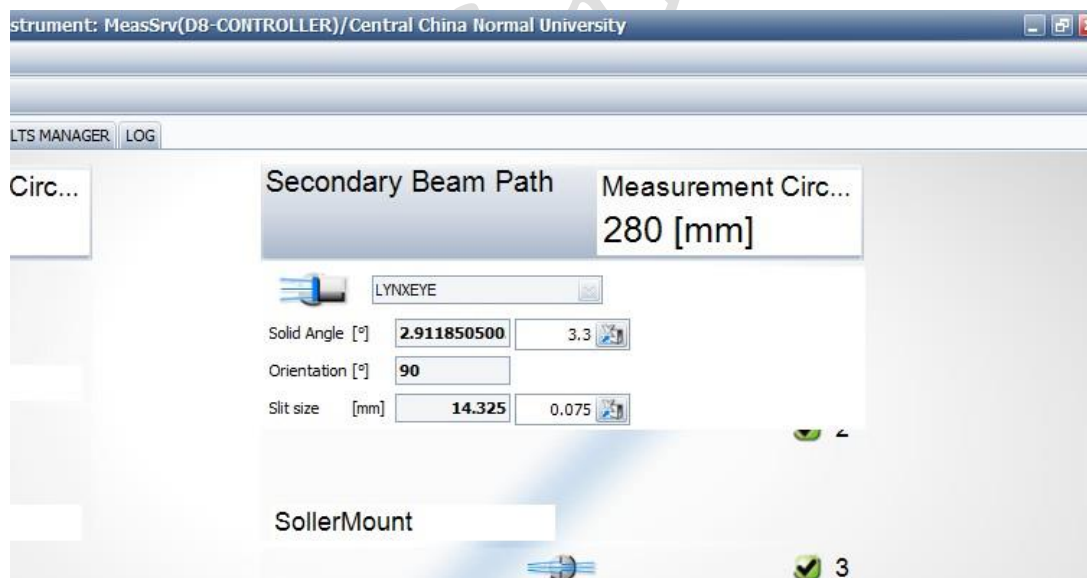

图 6-3
- (3) 旋开探测器下端两个黑色旋钮，握住探测器向外滑动到合适位置，再紧上旋钮，将探测器固定。在探测器背面有一个螺丝，拧开螺丝，注意此时另一只手一定要握好探测器，避免探测器跌落。取下探测器。转90°后，按照卡槽装好探测器，拧好背面的螺丝，一定要确定探测器安装稳定。松开探测器下面的两个黑色螺丝，将探测器向里滑动安装到位。打开偏压按钮，在达芬奇面板中可以看到如果安装正常，探测器应该注明为90°（图 6-3）。